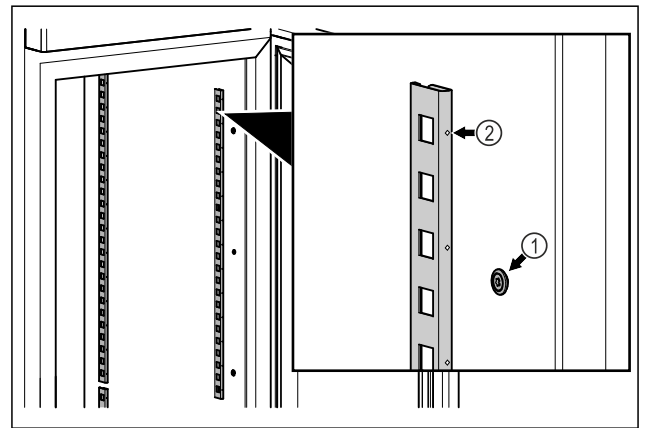

Fig. 81 例图
- ▶ 让止动条挂在悬挂装置 Fig. 81 (1) 上。标记 Fig. 81 (2) 必须指向前方。